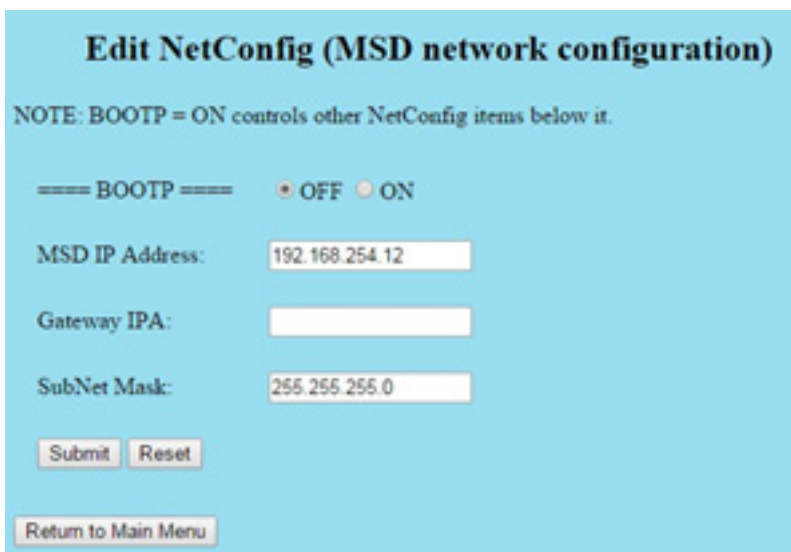

Figure 29 Fenêtre Edit NetConfig (Modifier NetConfig) de la WUI
- 5 Cliquer sur **Set Real-Time Clock or Edit NetConfig** (Définir l'heure réelle ou modifier NetConfig) et aller à **Edit NetConfig** (MSD network configuration) (**Modifier NetConfig** [configuration réseau du MSD]). (Voir Figure 29.)